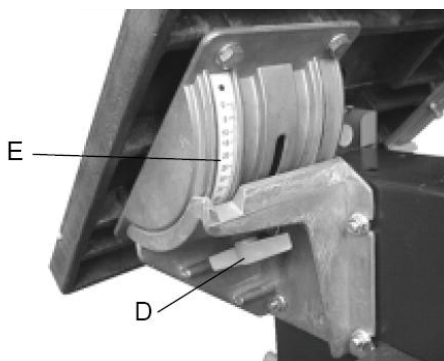

Рис. 16
- Ослабьте барашковую гайку (D) (Рис. 16) на опоре механизма наклона стола, затем установите стол под нужным углом в соответствии со шкалой (E) (Рис. 16).